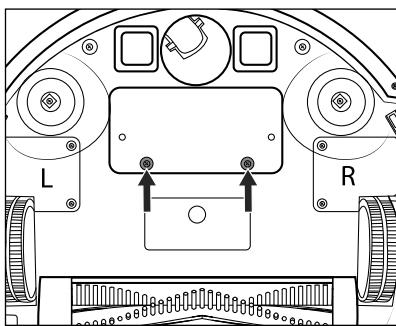

Fig. 16
① ATTENTION !
② Remarque
- 1) Dévissez les deux vis du couvercle du compartiment à batterie ❸ (voir fig. 16) sous l'appareil à l'aide d'un tournevis cruciforme et retirez-le de l'appareil. Retirez le couvercle du compartiment à batterie ❹ de l'appareil.